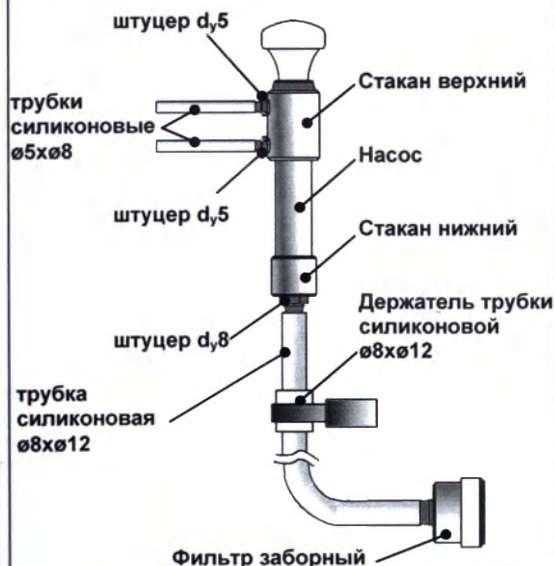

рис.22
- 5.13. Установить трубки силиконовые на штуцера насоса (рис.22)
- 5.14. Установить фильтр заборный на трубку силиконовую $\varnothing 8 \times 12$ с держателем (рис.22).